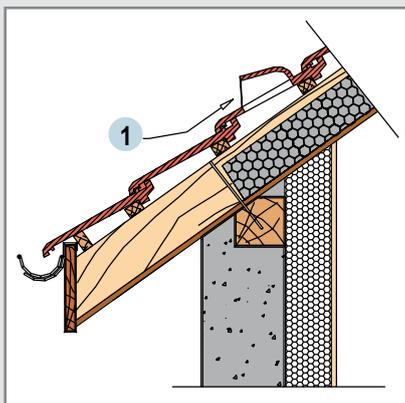
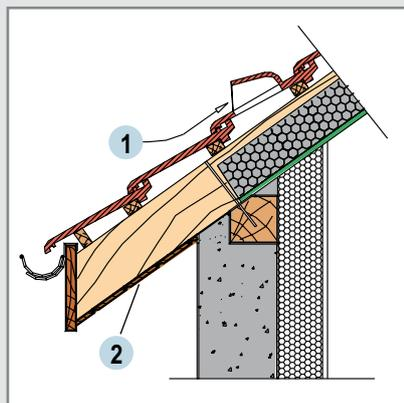
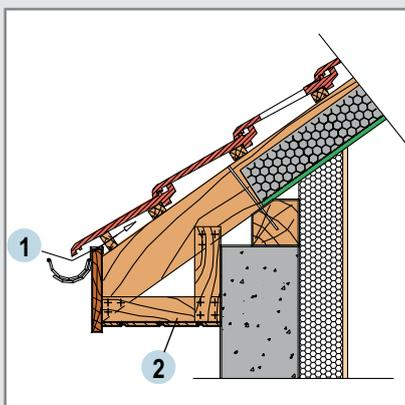

Fig. 9 : Dégorgement de toit avec sous-face
Fig. 10 : Dégorgement de toit sans sous-face
Fig. 12 : Dégorgement de toit avec console
- la continuité ou non de la sous-face (particules, lambris) (fig. 9 - fig. 10).
La ventilation basse de la couverture peut être réalisée par les châtières (fig. 9 et 10) ou par un espace ménagé entre la planche de rive et la couverture (fig. 12).
- Pour les dégorgements supérieurs, il faudra charpenter avec une console (fig. 12).